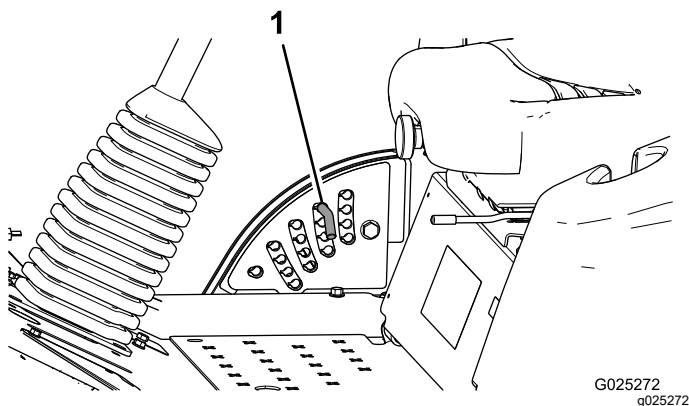

Figura 4
2. Rode o pino de bloqueio até que o pino do mesmo fique alinhado com as ranhuras nos orifícios no suporte da altura de corte e remova-o (Figura 4).
3. Selecione um orifício, no suporte da altura de corte, que corresponda a altura de corte desejada, insira o pino e rode-o para o bloquear no lugar (Figura 4).
Nota: Existem quatro filas de posições de orifícios (Figura 4). A fila de cima dá-lhe a altura de corte indicada por cima do pino. A segunda fila dá-lhe a altura de corte indicada mais 6 mm.